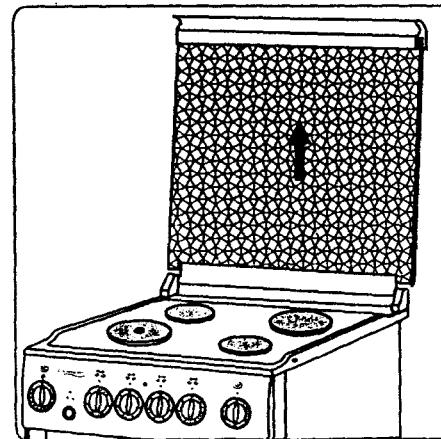

Рисунок 19 Снятие стеклянной крышки
- Чтобы крышку было удобнее мыть, снимите её. Для этого полностью откройте крышку и поднимите вверх (рисунок 19).